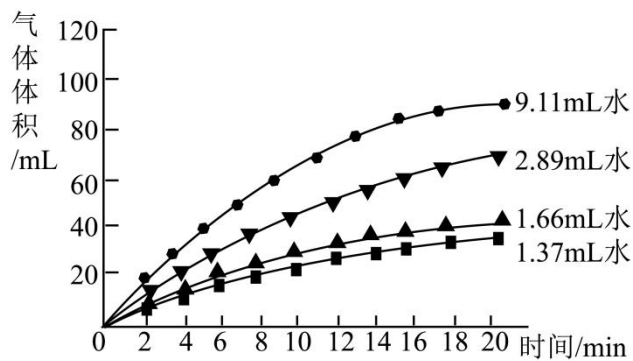

图4
往锥形瓶中加入  $a$  g 过碳酸钠、0.2g  $\text{MnO}_2$  和 9.11mL 水，待反应完全后收集到约159.1mL 水（产生氧气的量与上表中药品得到氧气的最大量相等）。其它药品质量不变，再分别用不同体积的水进行实验。记录并处理 20min 内数据如图 4。
(7) 由图4可得出的结论是\_\_\_\_\_。